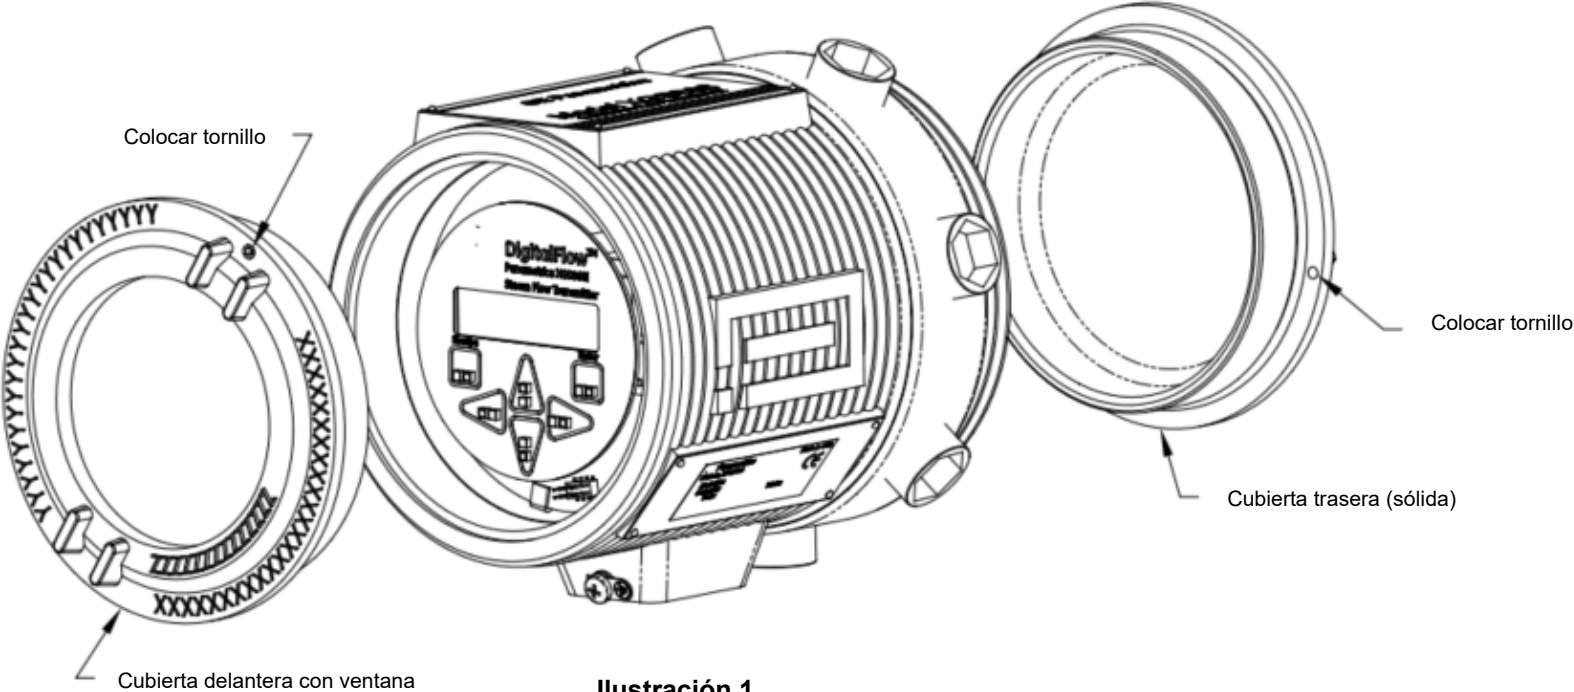

Ilustración 1
5. Instale las cubiertas delantera y trasera en la caja del sistema electrónico y fíjelas en su sitio con los tornillos de fijación suministrados (véase *la Ilustración 1*).